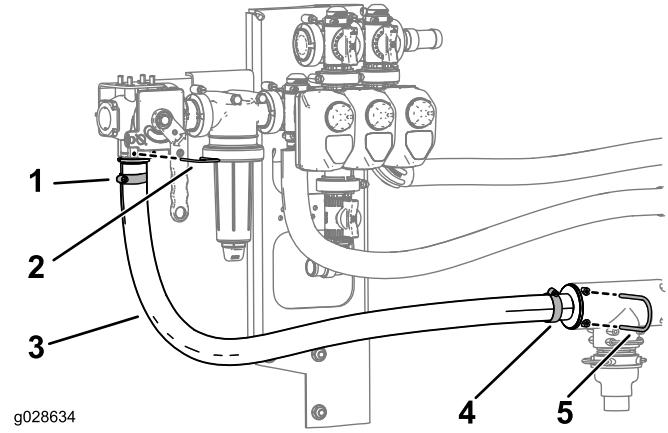

Figure 20
5. Acheminez et fixez le flexible de pression comme montré à la Figure 20.